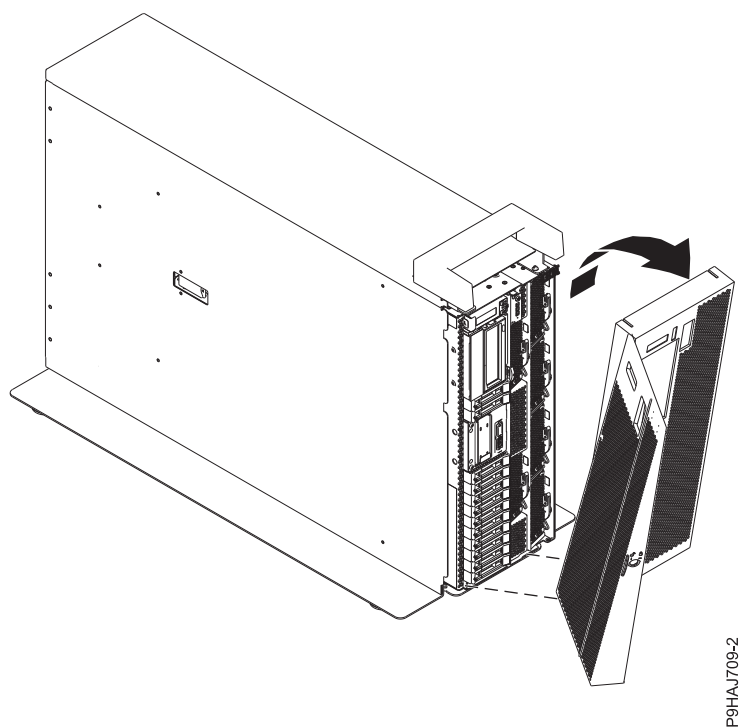

Figure 11. Retrait du capot avant
4. Retirez le capot du système, comme illustré dans la figure 11. Le capot est doté d'un renforcement permettant de le tenir plus facilement.